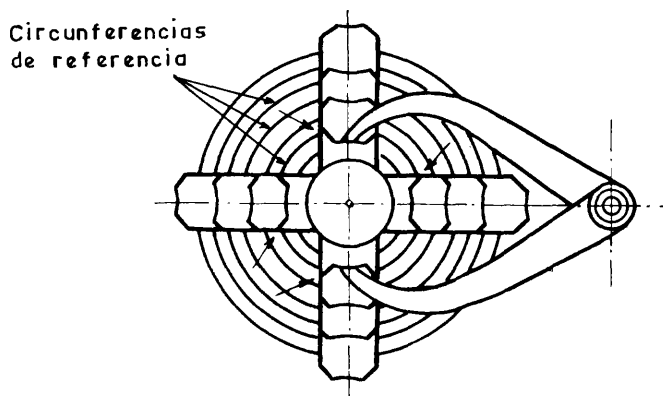

Fig. 3
- a Abra las mordazas, tomando como referencia las circunferencias concéntricas, generalmente marcadas en la cara del plato (fig. 3).